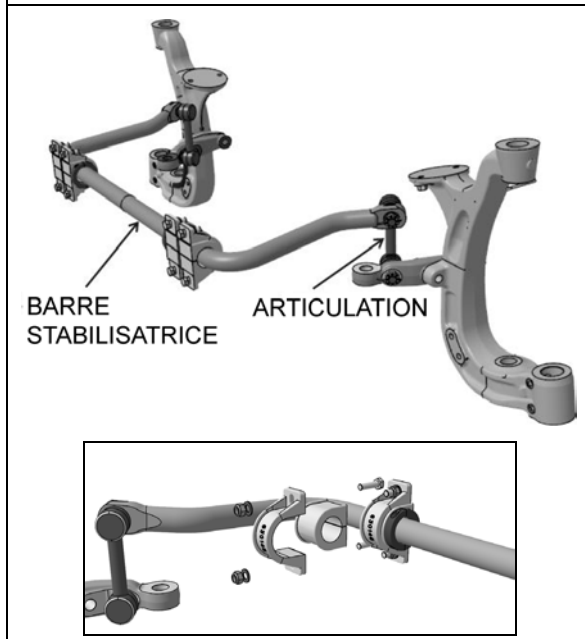

FIGURE 34: BARRE STABILISATRICE (SUSPENSION AVANT À ROUES INDÉPENDANTES) 16138_C
5. Poser l'amortisseur comme illustré à la Figure 34 avec le goujon de montage qui dépasse le trou dans le support de montage et les œillets d'amortisseur par-dessus les goupilles de montage. Poser la rondelle extérieure.